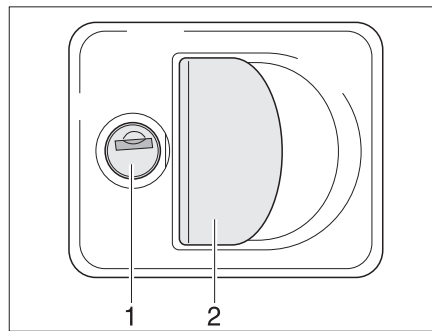

Fig. 27 Cerradura de la trampilla con tirador concha
- Introducir la llave en el cilindro de cierre (Fig. 27,1) y girarla un cuarto de vuelta. Se desbloqueó la cerradura de la trampilla.
- Tirar del asideros de la cerradura (Fig. 27,2). La trampilla exterior está abierta.